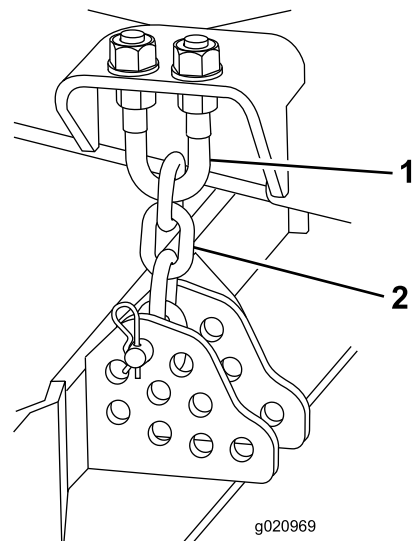

Figure 77
3. Enlevez la goupille fendue et l'axe de chape qui fixent les chaînes de hauteur de coupe à l'arrière du plateau de coupe (Figure 77).